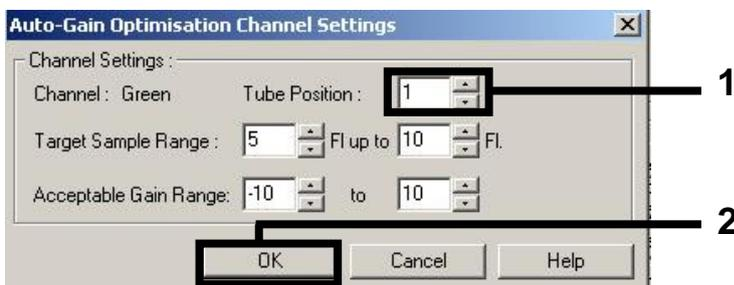

Figura 2. Configuração da posição do tubo.
2. Configure a posição do tubo para o primeiro ensaio do *artus* (por exemplo, EBV). Configure a posição do tubo para todos os canais de fluorescência e clique em **OK** (Figura 2).